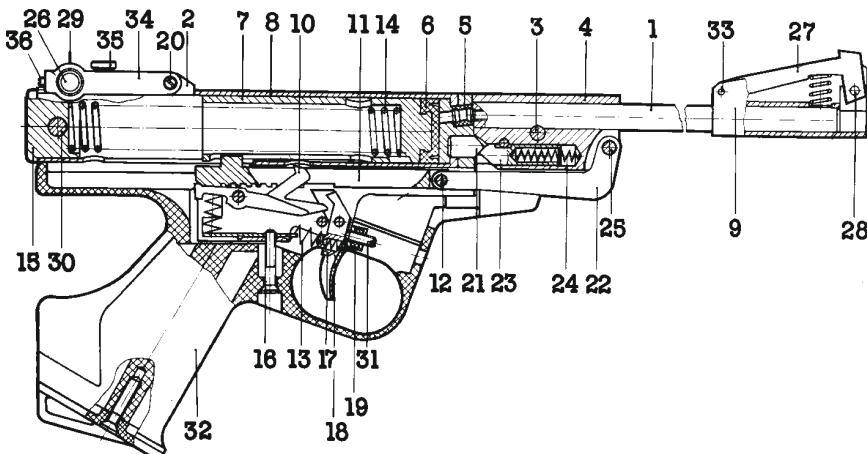

Рис. 1. Схема механизмов пистолета ИЖ-53М.
5.1. Конструкция пистолета проста и надежна. Схема механизмов показана на рис. 1.
5.5.1. Корректировка прицельного приспособления в горизонтальной плоскости производится перемещением прицельной планки 29 (рис. 1) за счет вращения регулировочного винта 26.
отверните винты рукоятки и отделите рукоятку 32 (рис. 1);
– поворотом винта 26 (рис. 1) против часовой стрелки сместить прицельную планку 29 вправо, если пробоины находятся левее черного круга. При расположении пробоин правее черного круга – прицельная планка смещается влево поворотом винта по часовой стрелке.
8.9.3. Регулировка в вертикальной плоскости производится винтом 35 (рис. 1). Рамку прицела 34 следует поднять, если пробоины находятся под черным кругом мишени или опустить прицел, если пробоины находятся над черным кругом мишени.